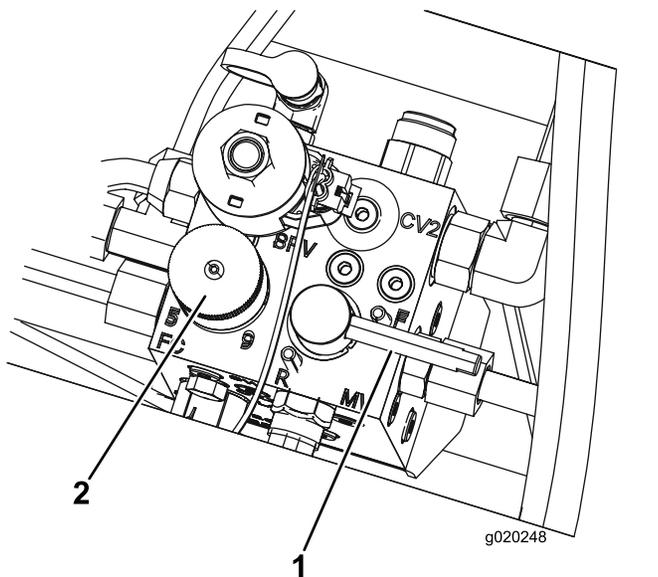

Figura 83
- Impostate il regolatore della velocità del cilindro in posizione 1 (Figura 83).
- Spostate la leva di lappatura in posizione R (lappatura) (Figura 83).